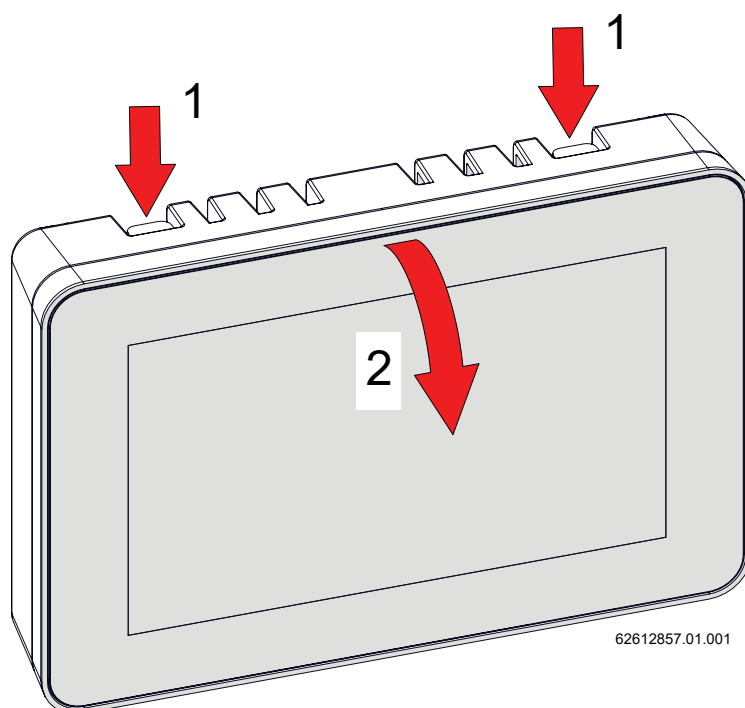

Figura 5-14 - Apertura dispositivo
1.-separare la parte frontale del comando dalla cover posteriore facendo leva sulle alette indicate dalle frecce in Figura 5-14;